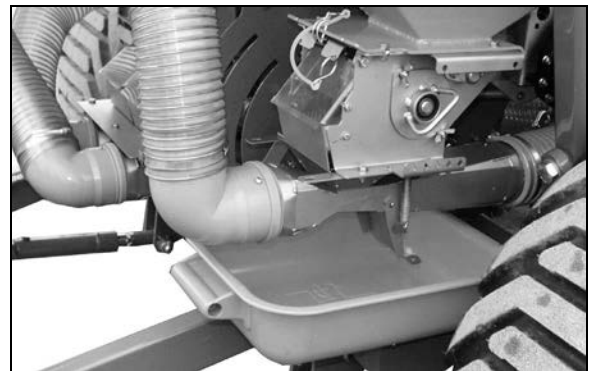

Fig. 101
- o Fig. 101: Abdrehwanne unter Dünger-Dosierer.